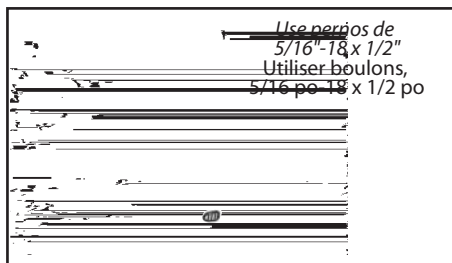

FIG. 1-5 Riel Conjunto de la caja de control.
1. Acople el conjunto del riel a la caja de control alineando el piñón en el eje del motor. Use (3) pernos de 5/16" 18 x 1/2" (Fig. 1-5).
1. Fixer le rail à la tête motorisée en alignant le pignon sur l'arbre du moteur. Utiliser (3) boulons, 5/16 po 18 x 1/2 po (Fig. 1-5).